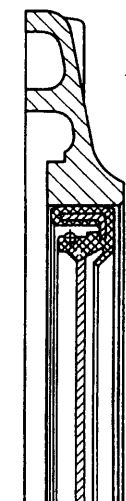

Bild 4 / Fig. 4
- Dichtring mit Montagescheibe 6.206.0.690.008.4 mit Dornpresse 2 mm nach innen versetzt einbauen, damit Dichtlippe an axial verschobener Stelle läuft (Bild 4).
- A l'aide de la plaque de montage 6.206.0.690.008.4 et de la presse à mandriner, enfoncer la bague d'étanchéité en la décalant de 2 mm vers l'intérieur, de manière à déporter axialement la surface de contact de la bague d'étanchéité (fig. 4).